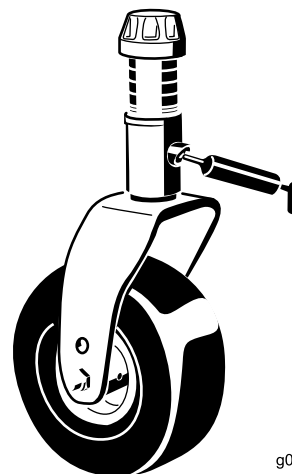

Figura 66
- Casquilho do eixo da forquilha da roda giratória (1) (Figura 66)
- Casquilhos articulados do braço intermédio (1) (no braço intermédio)